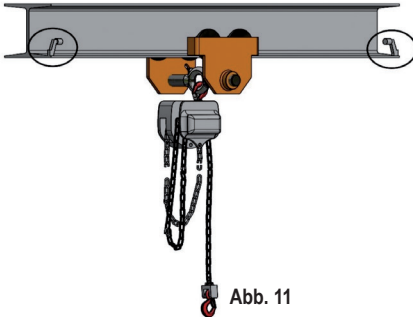

Abb. 11
- ⚠ Stellen Sie sicher, dass die Endschalter am Träger vorhanden sind (siehe Abb. 11). Wenn ein Endschalter abnehmbar ist, stellen Sie sicher, dass er nach der Positionierung des Wagens zurückgesetzt wird.